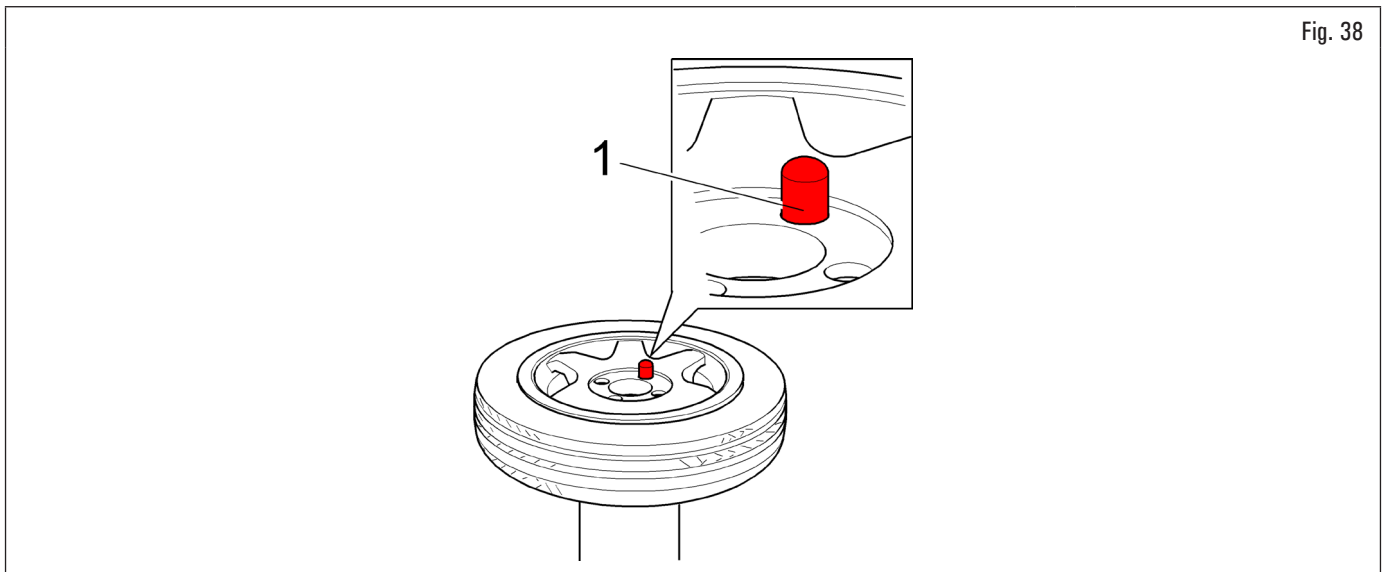

Fig. 38
1. charger la roue avec l'élévateur latéral sur la plaque caoutchoutée du mandrin, en veillant à ce que le pivot d'entraînement (Fig. 38 réf. 1) s'engage dans l'un des trous de la jante ;